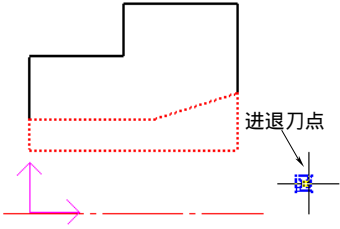

图 4-69 选择进退刀点
6) 确定进退刀点。指定一点作为刀具加工前和加工后所在的位置，如图 4-69 所示。要保证选取的点在进、退刀时不会与工件干涉。